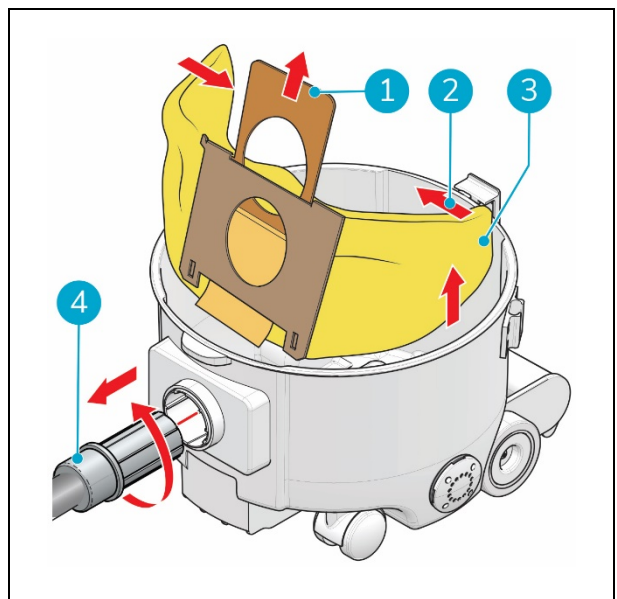

Figura 12
6. Rode a mangueira flexível (figura 12, posição 4) no sentido contrário ao dos ponteiros do relógio e remova-a do conector da mesma.
7. Puxe a etiqueta de cartão (figura 12, posição 1) para selar o saco de pó.
8. Dobre as extremidades do saco de pó (figura 12, posição 2) viradas uma para a outra.
9. Remova o saco de pó antigo (figura 12, posição 3).